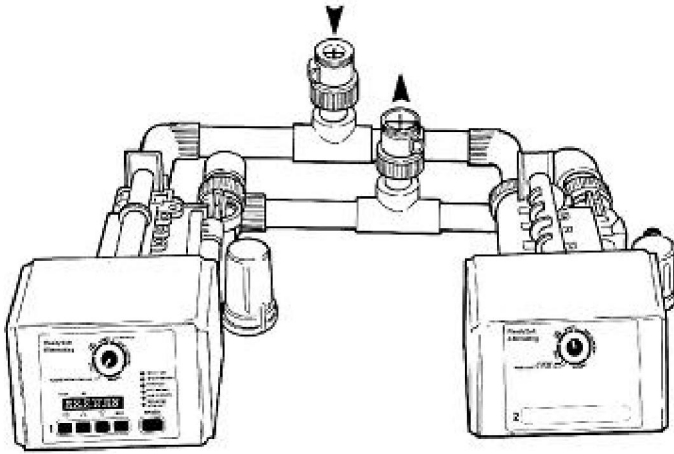

Рис.1 Redy Soft Twin Alternating - дуплексная Твин-система умягчения
- Подключите клапан управления к настенному трансформаторному кабелю. Гнездо расположено на нижней части управляющего клапана слева (см. Рис.1).